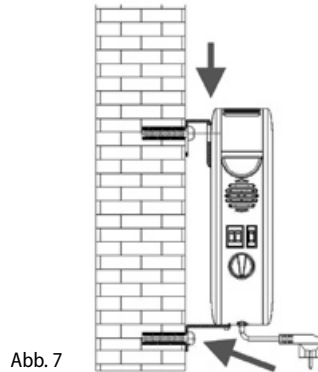

Abb. 7
8. Das Gerät hängen Sie auf die Aufhängehaken in der Wand auf und die unteren Distanzstützen befestigen Sie mit Hilfe der Holzschrauben in die Bohrlöcher in der Wand (Abb. 7).